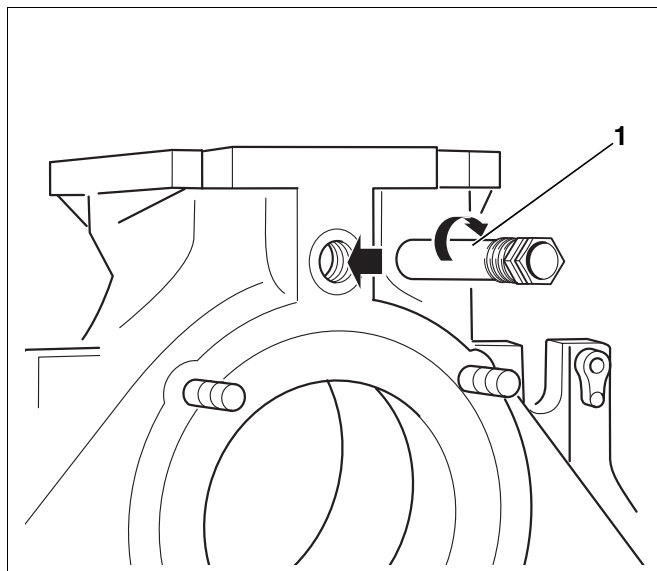

Abb. 25 Tauchhülse montieren
- Tauchhülse R $\frac{3}{4}$ von der Kesselrückseite (Länge: 110 mm) in die Rp $\frac{3}{4}$ Gewindebohrung des Vorlaufanschlusses eindichten (Abb. 25, **Pos. 1**).